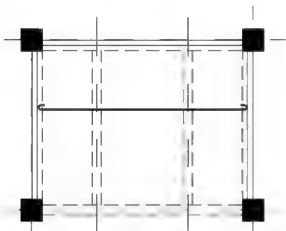

图 5.55 绘制受力钢筋 2
(4) 重复【多段线】命令, 绘制出钢筋左侧的 180°弯钩。
(5) 锁定【轴线】和【墙】图层, 用【拉伸】命令将钢筋左右两端拉伸至墙的中心线的位置, 最后删除辅助线, 结果如图 5.55 所示。